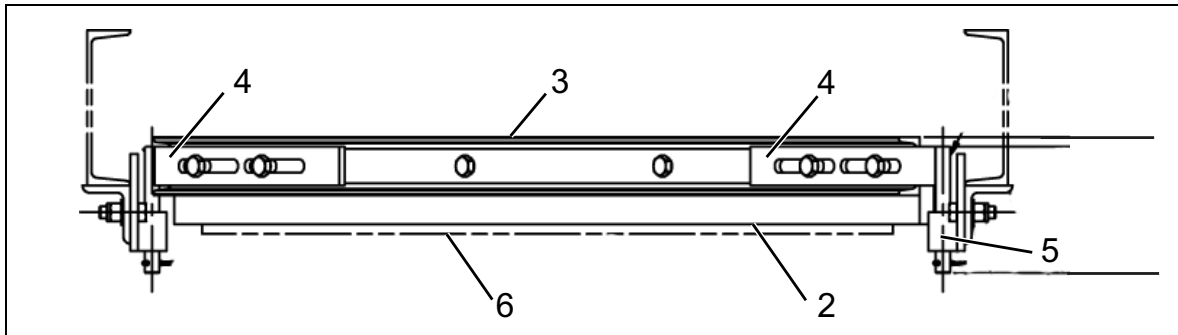

Abb. 7: Austausch des Abstreiferblatts
Hat das Abstreiferblatt keinen Kontakt mehr zum Förderband (6, Abb.7) und liegen die Haltewinkel (4, Abb.7) auf den Aufnahmebuchsen (5, Abb.7) auf, wie folgt verfahren:
1. Abstreiferblatt (2, Abb.7) und Rahmen (3, Abb.7) von den Haltewinkeln durch lösen der Verschraubung entfernen.